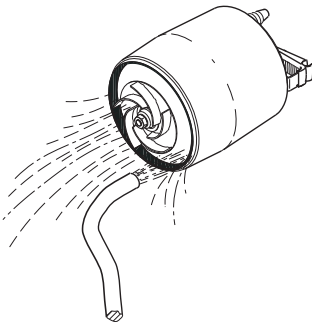

Fig. 13 Rinçage de la roue
6. Nettoyer la roue. Voir fig. 13.